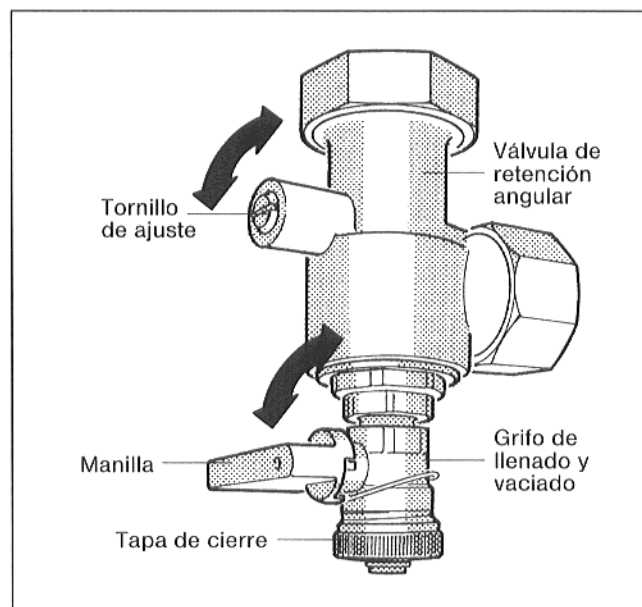

Fig. 13
- Poner la ranura del tornillo de ajuste de la válvula de retención angular en posición vertical (siempre abierta) (fig. 13).
- Desenroscar la tapa de cierre del grifo de llenado y enroscar el tubo flexible de llenado (fig. 13).
- Poner la manilla del grifo de llenado en posición vertical (abrir) (fig. 13).
- Llenar la instalación lentamente a través del grifo de llenado **durante aprox. 1/2 minuto** (fig. 13).
- Poner la ranura del tornillo de ajuste de la válvula de retención angular en posición horizontal (estado de servicio) (fig. 13).
- Continuar llenando la instalación en el grifo de llenado (fig. 13).